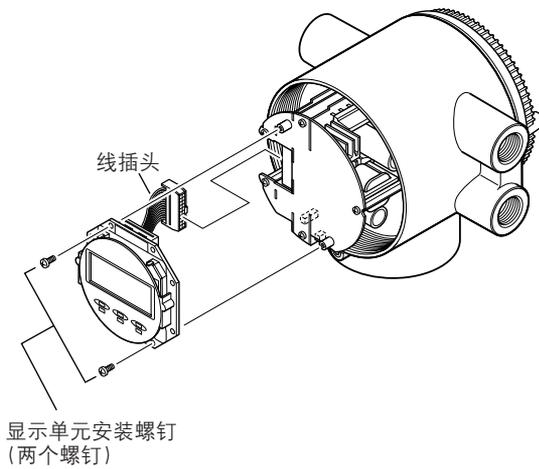

图10.1.3 拆卸和安装显示单元
- (3) 用手抓住显示单元取出两个安装螺钉。拔出左侧显示单元的线插头, 小心不要损坏(参照图10.1.3)。